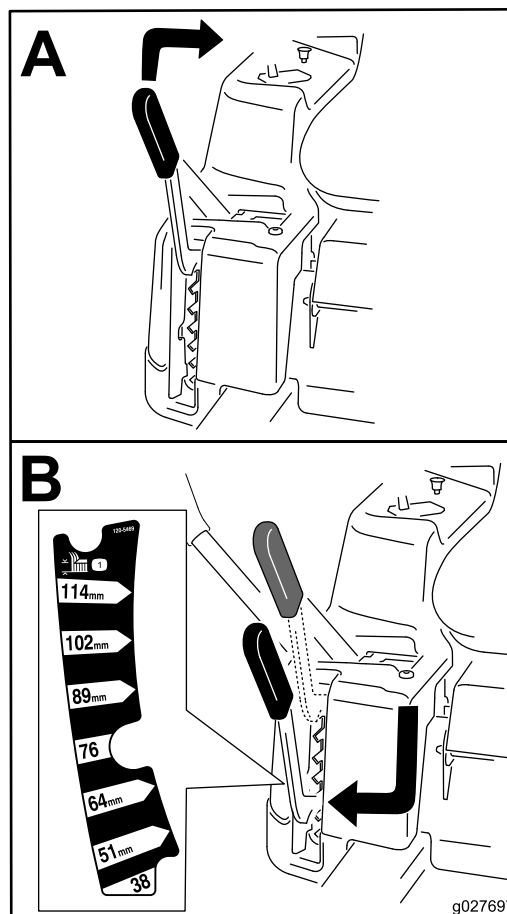

Figura 27
**Nota:** La posizione di trasferimento è la posizione dell'altezza di taglio superiore o pari a 115 mm, come illustrato nella Figura 27.
L'altezza di taglio è controllata dalla leva situata a destra della posizione operativa (Figura 27).